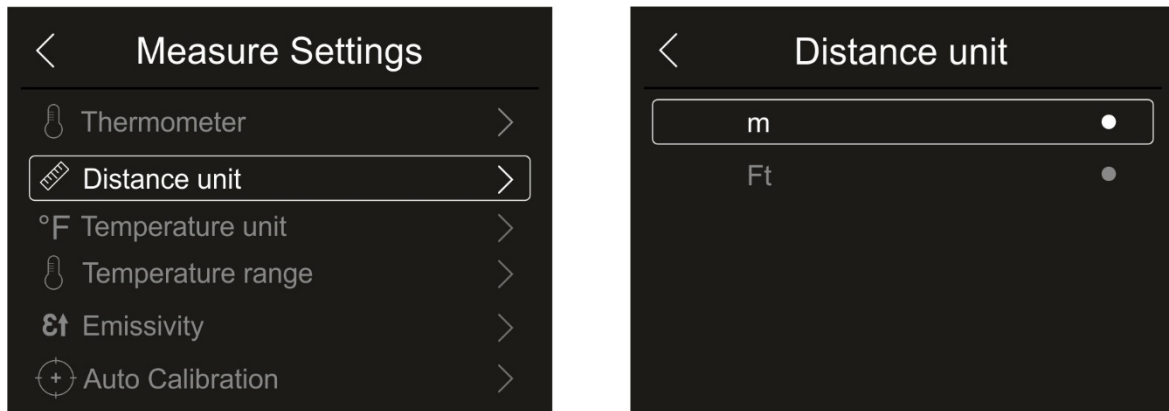

Abb. 25: Menü Einstellung der Messeinheit des Abstands
1. Berühren Sie “ Distance unit ” zur Einstellung der Messeinheit des Abstands. Die Abb. 25 – rechte Seite erscheint im Display: